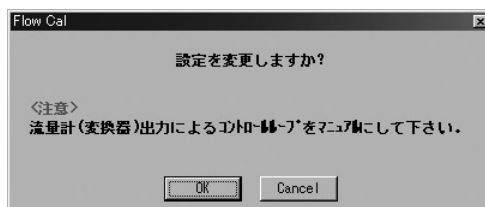

図62
- ③ 全ての設定が完了したら「OK」ボタンをクリックします。クリックすると図62のようなメッセージボックスが現れます。